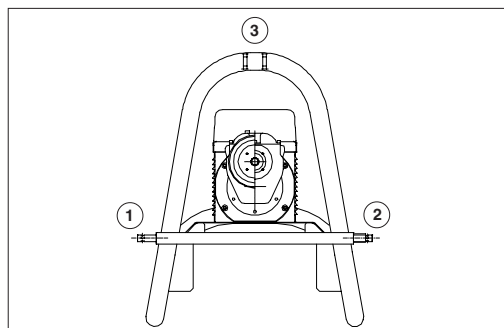

fig. 2
- c) les trois points d'ancrage (fig. 2) prévus sont parfaitement fixés et bloqués avec les pièces fournis. **Un ancrage incorrect provoque le basculement de la machine et constitue donc un grave danger pour l'opérateur.**